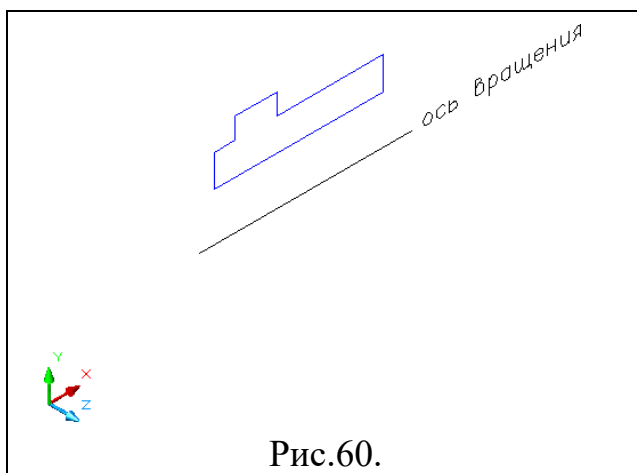

Рис.60.
*Вращать.* Построим изображение продольного сечения тела вращения. Предварительно, вращением ПСК направления осей X и Y совмещаем с плоскостью изображения. Обводим контур сплошной полилинией (Рис.60).